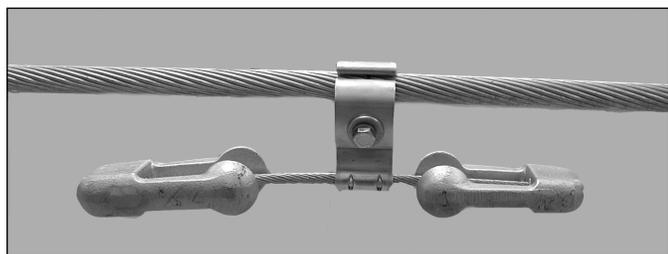

Figura 8: Amortiguador completamente instalado.
3.06 La Figura 8 muestra la instalación completa de un Amortiguador VORTX™ sobre el conductor.